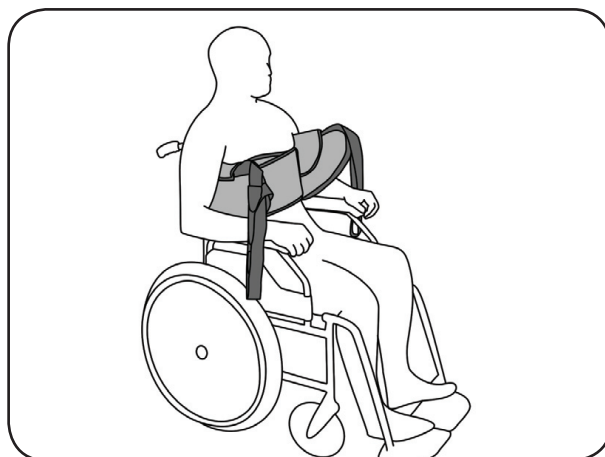

Abbildung 37
4. Führen Sie die Arme des Patienten links und rechts über den Aufrichtgurt und schließen Sie den Stützgurt um den Bauch des Patienten mittels Klettverschluss (Abbildung 37).